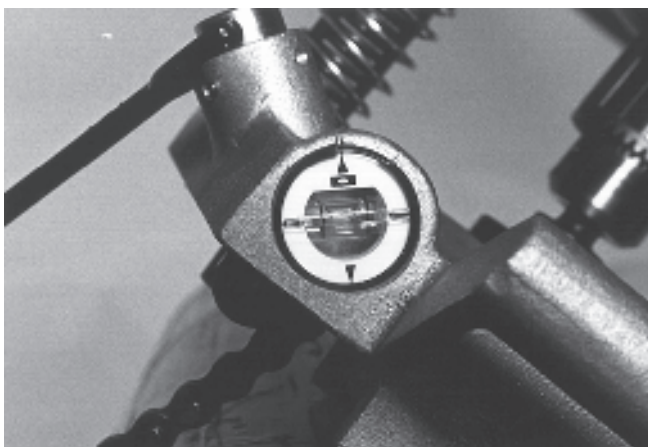

Figure 6 – Niveau à bulle de la scie à cloche HC-450
4. Incorporée à l'embase de la scie à cloche HC-450 se trouve un niveau à bulle qui peut, le cas échéant, servir à aligner plusieurs percements successifs. Lorsque le positionnement précis de la scie à cloche est atteint, il est possible de tourner le niveau à bulle et le mettre de niveau. Ainsi, lors des percements suivants, il s'agira simplement d'orienter la scie à cloche de manière à ce que la bulle du niveau soit centrée avant d'arrimer l'appareil (Figure 6).